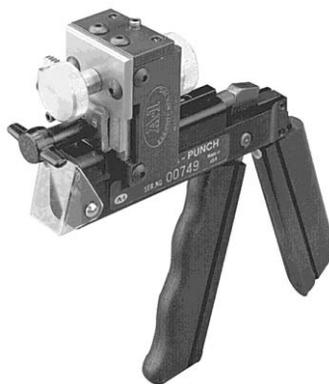

Рис. 5.29. Ручной станок может оказаться полезным, когда требуется изготавливать ключи на дороге (С разрешения компании A-1 Security Manufacturing Corp.)
- Ручной станок для нарезания ключей (рис. 5.29)